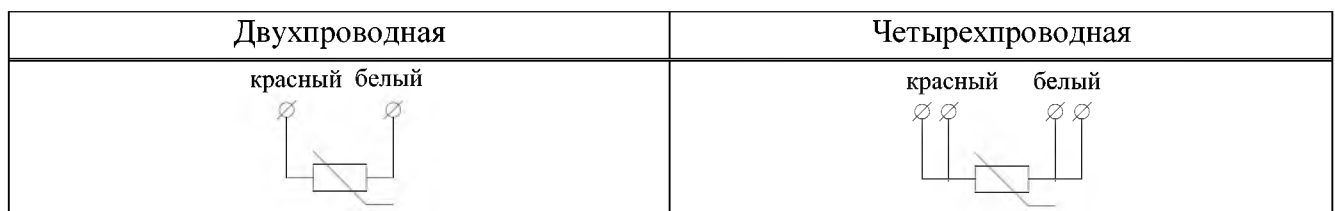
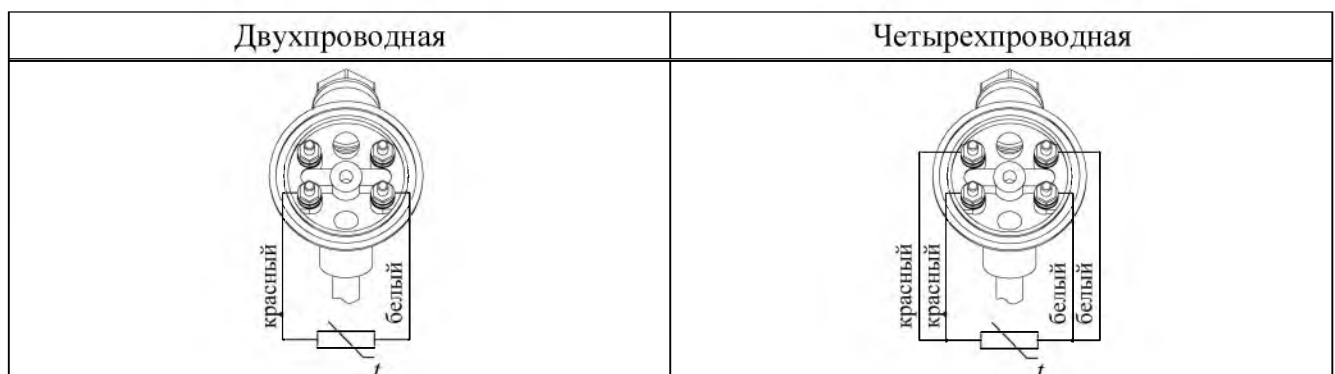

Рис. 1 Схемы соединений и маркировка внутренних проводов ТС
Рис. 2 Схемы подключения проводов к клеммам головок ТС
1.2.8 Соединение внутренних проводов ТС, входящих в ТСПТК, и их цветовая идентификация должны соответствовать двух или четырехпроводной схемам соединений по ГОСТ 6651. Схемы соединений и маркировки внутренних проводов и схемы подключения проводов к клеммам головок приведены на Рис.1 и Рис.2. Если для идентификации используется цвет проводов, то используются цвета, приведенные на Рис.1, Рис.2 или близкие к ним.